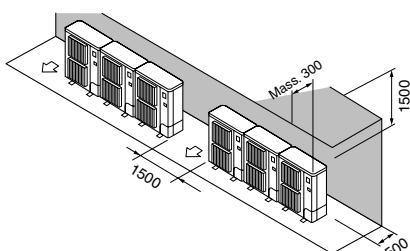

Fig. 2-9
② Solo ostacoli posteriori e superiori (Fig. 2-9)